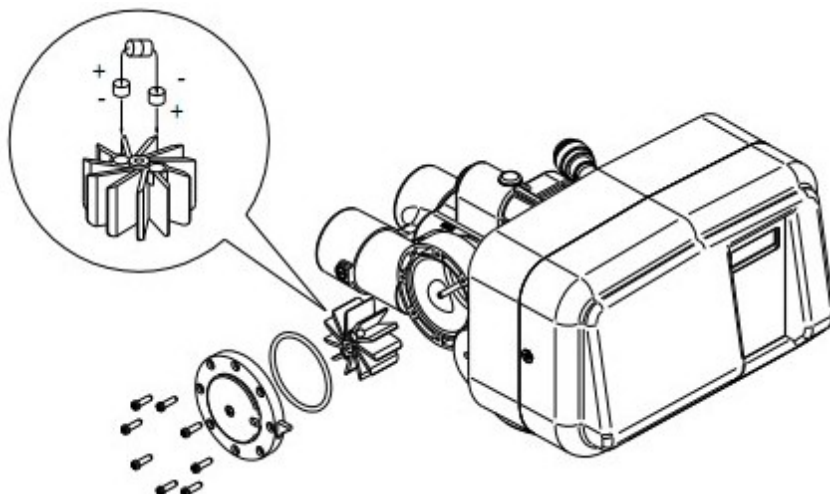

Fig. 31
- Ulterior, separati-i si introduceti-i in locasele lor orientandu-i asa cum este evidentiat in fig.31 de mai jos ;